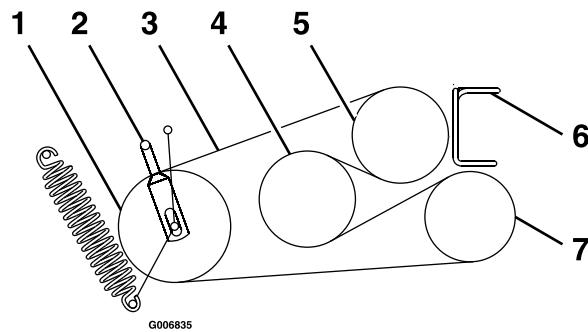

Figure 55
6. Desserrez les guides de courroie A et B (Figure 55).
8. Installez les courroies neuves sur les poulies, comme montré à la Figure 55.